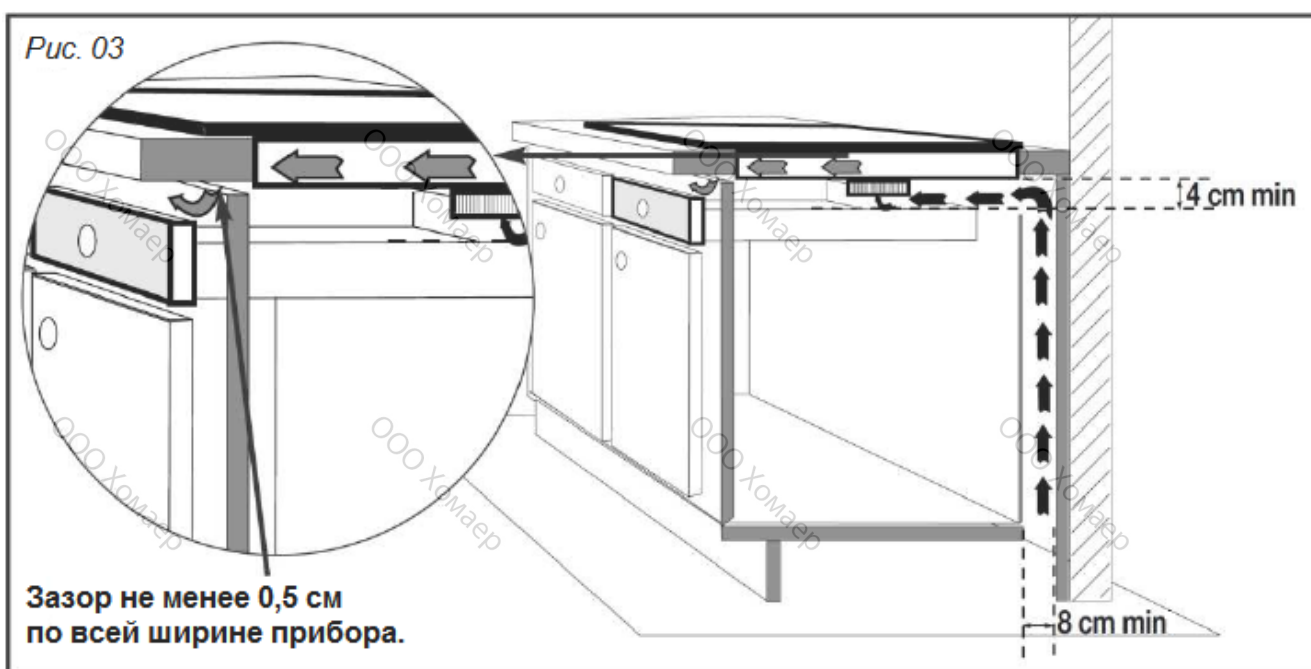

Рис. 03
- Над пустым шкафом или ящиком (Рис. 03)